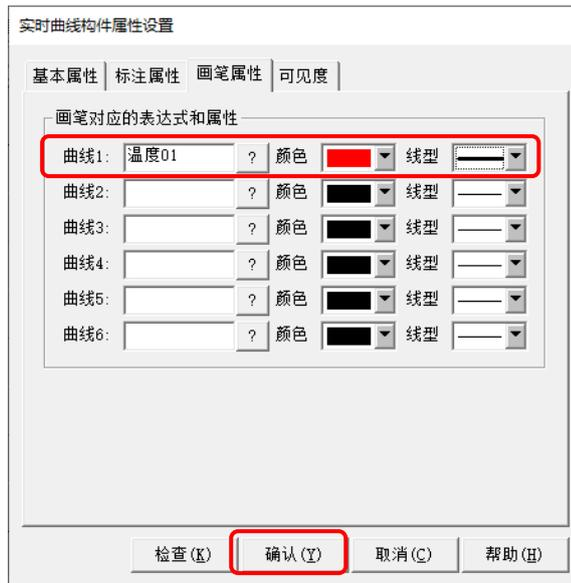

图 5.1-9 设置画笔属性
- ⑦ 设置画笔属性：“画笔属性”是实时曲线构件的核心功能设置，如图 5.1-9，用户通过点击“画笔属性”中的 ? 关联需要显示的曲线变量，还可设置曲线颜色和线型。我们在“曲线 1”关联变量“温度 01”，并设置曲线颜色和线型，完成设置后点击“确认”保存。